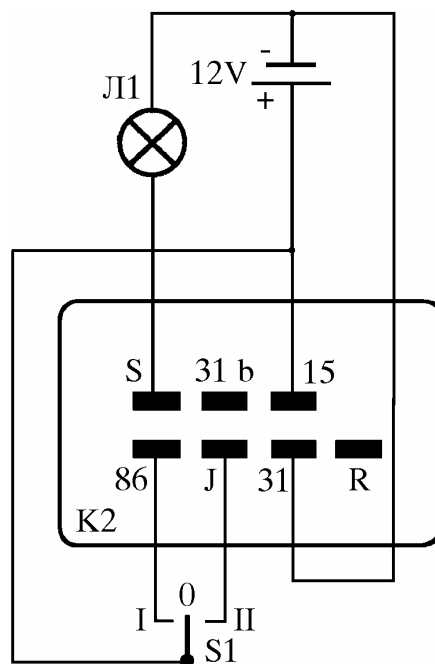

Рис. 5. Блок реле и предохранителей.
5.3.4.1. Снять крышку блока реле и предохранителей (рис. 5), расположенного на левом усилителе брызговика в подкапотном пространстве.